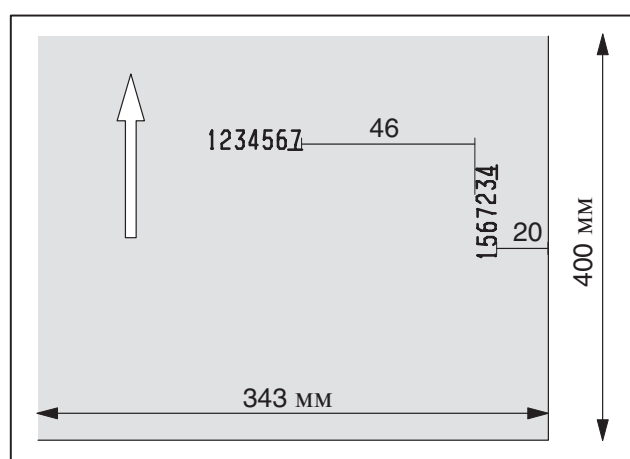

Рис. 66 Контрольный лист, пример использования
- ① Завершите операцию для обеих цифр на Рис. 66.